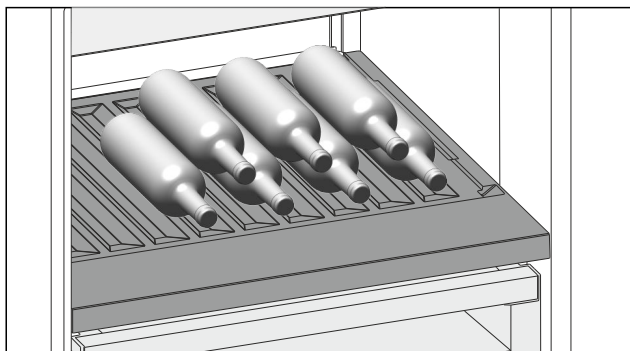

Fig. 138 Ilustrativni primjer
- Stavite boce s dnom prema stražnjoj stijenci hladnjaka. (pogledajte Fig. 138)